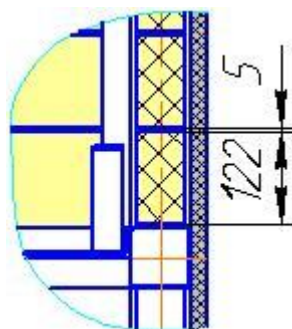

Рис. 6. Кладка вертикальных стенок кирпича
4. Выполнить кирпичную кладку на вертикальных боковых и задней стенках гриля (рис.6). Рекомендуется кладку выполнить на огнеупорной смеси с толщиной около 3...5 мм в семь кирпичей до полного заполнения ручья под его установку. В противном случае придется резать кирпич для обеспечения полного заполнения ручья. Кирпич в ручьи заводится сверху через окна. Рекомендуется заранее кирпич прижимать к дальней вертикальной стенке, т.к. на следующем этапе сборки все зазоры между ближней полкой ручья и кирпичом закроются декоративной накладкой. Если возникают трудности с установкой кирпича в ручьи, то допускается подрезать кромки кирпича с помощью специального алмазного круга.